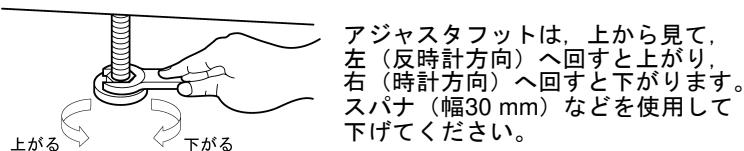

図2-1 アジャスタットの使用方法
- 傾斜した面に本製品を設置しないでください。アジャスタットは仮固定用で、自重を支えることはできません。また、本製品に寄りかかったり、本製品を支えにするようなことを行ったりしないでください。アジャスタットの使用方法を図 2-1 に示します。
- アジャスタフットを、スパナ（幅 30 mm）などを用いて、床面よりも十分上げてください。上から見て反時計回りに回すと上がります（図 2-1）。